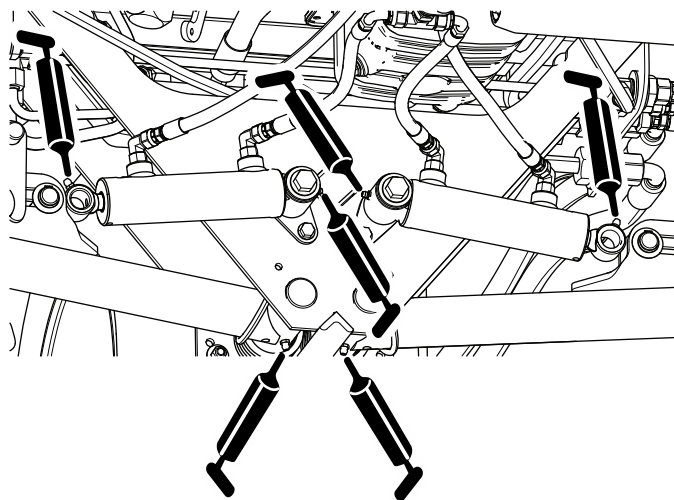

Figura 43
- Articulações do braço de elevação traseiro e cilindros de elevação (3 em cada lado); consulte Figura 43.